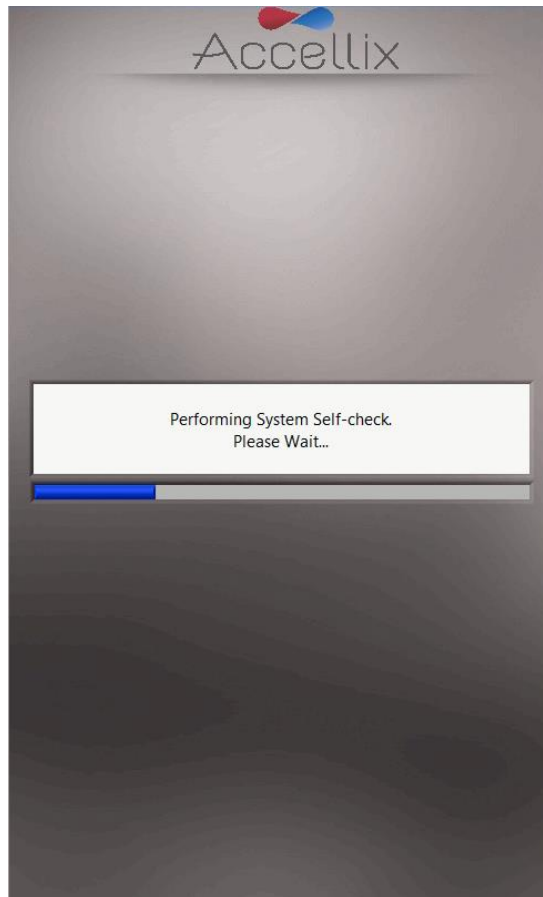

Abbildung 13: Bildschirm „System Self-check“ (System-Selbsttest)
1. Schalten Sie das Gerät ein, indem Sie den **Netzschalter** auf der Rückseite des Geräts auf die Position **ON** (EIN) stellen. Während das Gerät hochfährt, informiert der Bildschirm den Benutzer, dass ein **System-Selbsttest** durchgeführt wird (Abbildung 13):